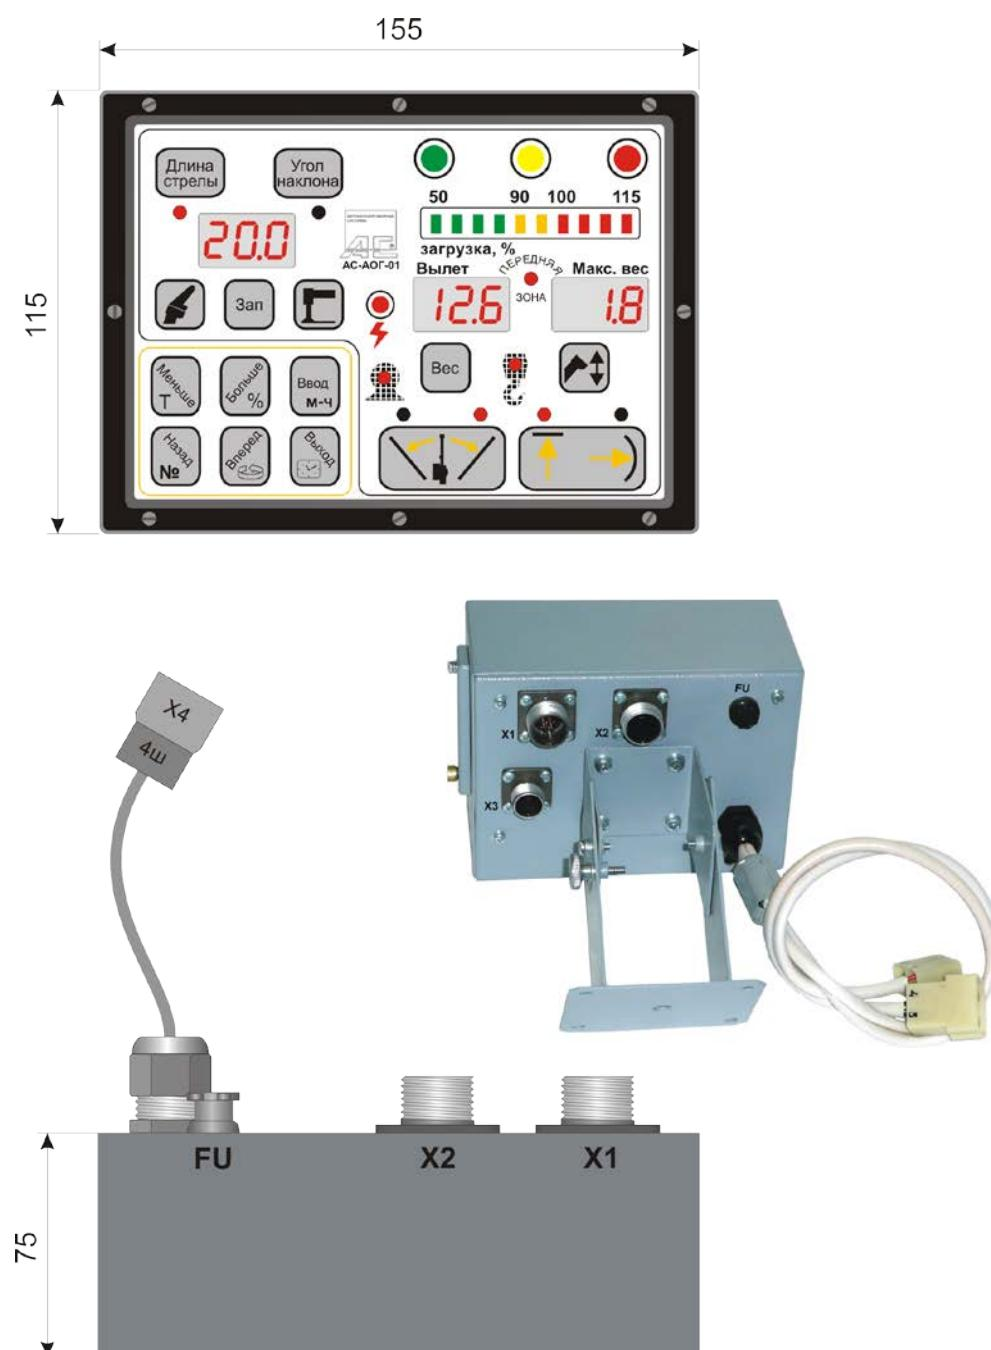
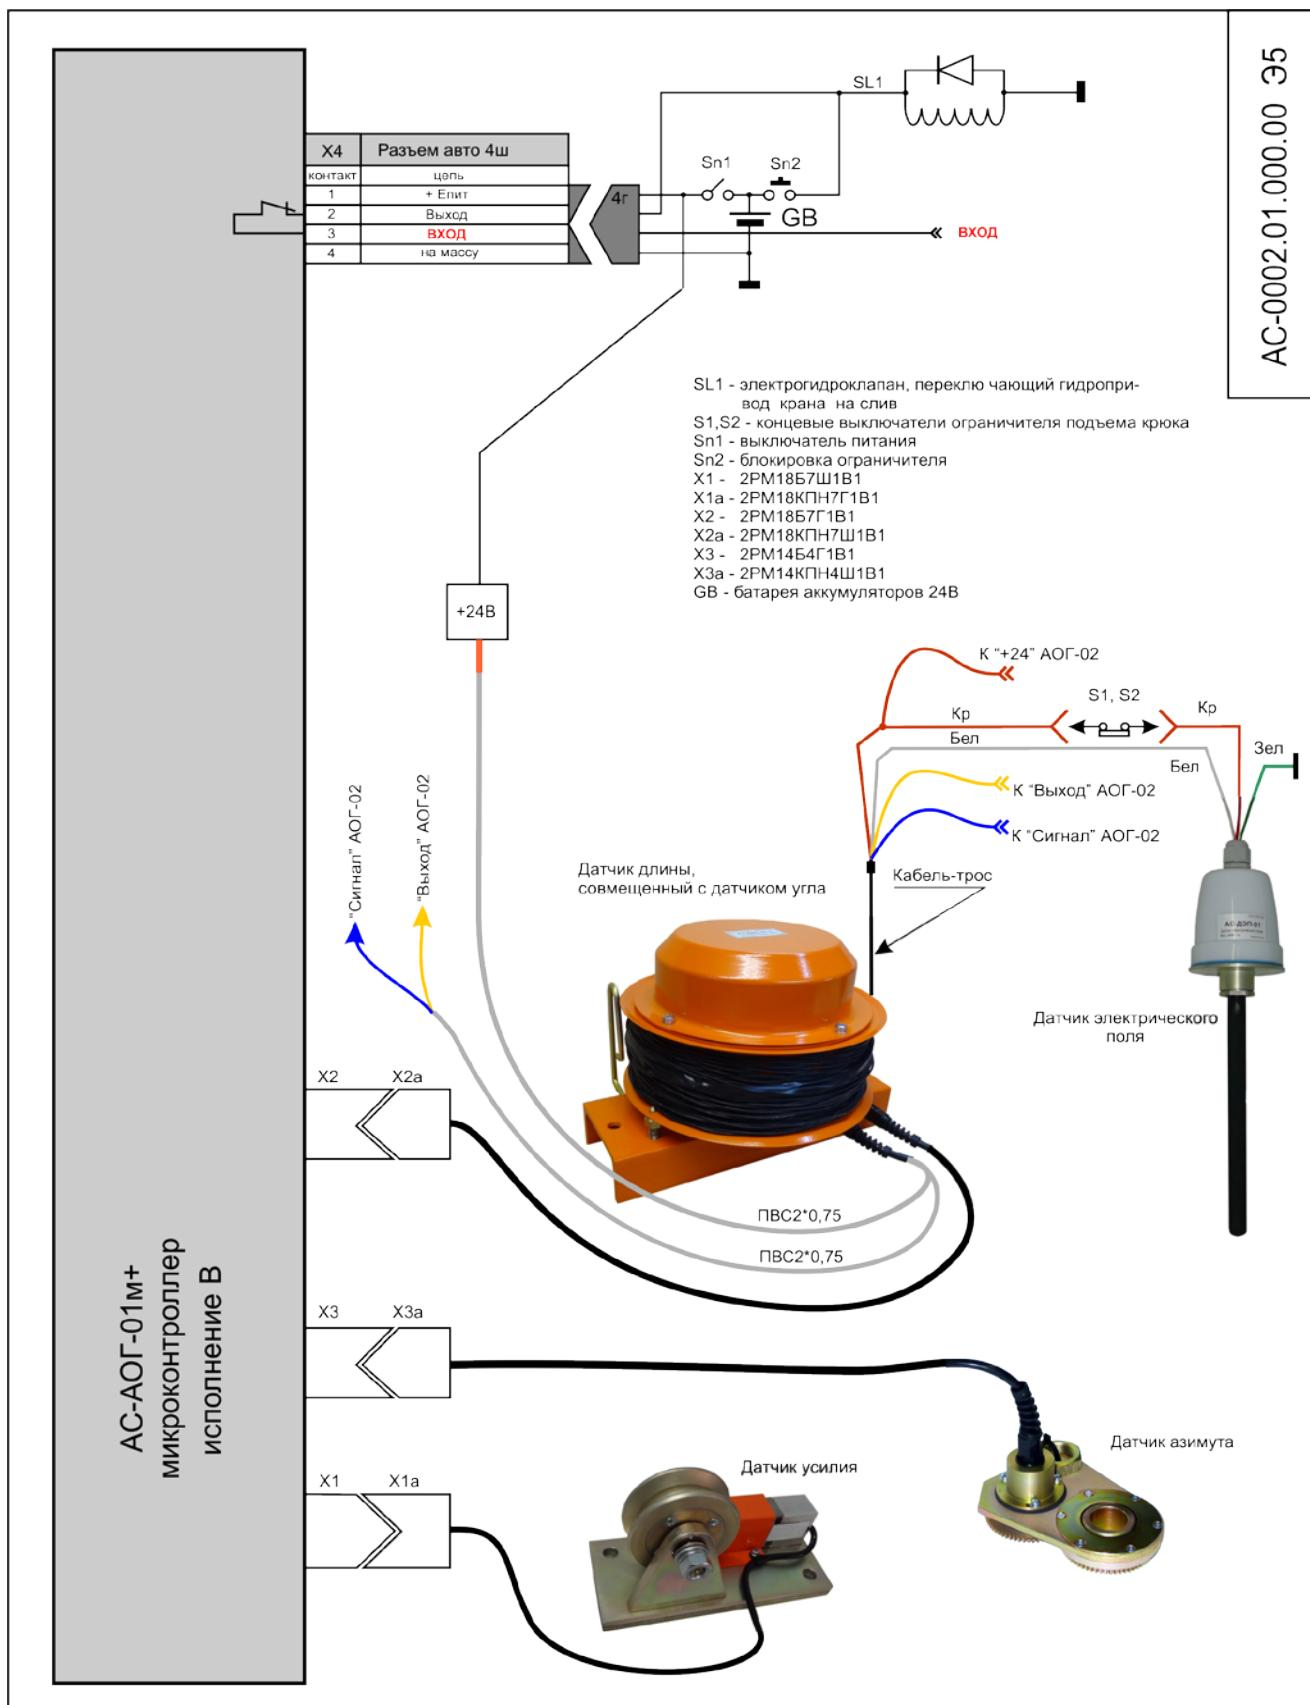

Рис.2
Рис.3
- 1) блок АОГ, включающий "Регистратор параметров" 1 шт, рис.2;
6.1. Описание работы проводится по схеме подключения рис.3.
Подсоединение АОГ к электрооборудованию крана должно быть произведено в соответствии со схемой подключения рис.3, а именно к разъему X4 расположенному на тыльной стороне блока АОГ (рис.2), на задней стенке.
6.3.3. К блоку питания относятся 2 плавких предохранителя FU1 и FU, расположенных в блоке АОГ, рис.2. Самовосстанавливающийся предохранитель FU1 (1A) размещен внутри блока и предназначен для защиты внутренних электронных цепей блока АОГ, а плавкий предохранитель FU (5A), размещен на задней стенке блока АОГ и предназначен для защиты цепей управляющих реле от короткого замыкания.
6.4. Блок АОГ включает в себя модуль индикации и управления (одна плата), вычислительный модуль, модуль ввода цифровых и аналоговых сигналов, модуль АЦП, модули "Регистратора параметров", блока питания и реле (все на одной плате), рис.2.
Стандартная схема подключения АОГ приведена на Рис.3.
ВНИМАНИЕ! Кабель-трос датчика длины содержит 4 провода. Красный и белый обслуживают датчик электрического поля и концевой выключатель ограничителя подъёма крюка, Рис.3, а красный (повторно), желтый и синий используются для подключения ограничителя нагрузки люлек подъёмника АС-АОГ-02.2, см. Рис.3 и РЭ АС-АОГ-02.2.
АОГ к системе электрооборудования крана производите в соответствии со схемой подключения АС-0002.01.000.00M+ Э5, рис.3.